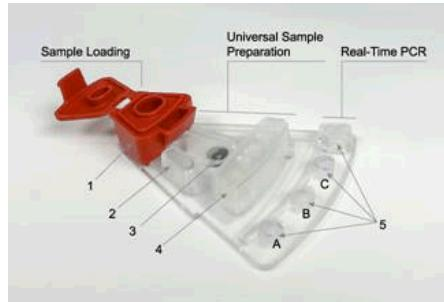

Figura 1. Vista superior de un PIE
El analizador Revogene automatiza la homogeneización del CdP, la dilución, la lisis, la amplificación del ADN y la detección de los productos de la amplificación de la PCR. El usuario solo tiene que intervenir para transferir el tampón de muestra del tubo de tampón de muestra (SBT) al PIE e introducir el PIE en el carrusel del Revogene. Cada PIE de Revogene Check es un dispositivo totalmente integrado y cerrado en el que se dispensa tampón de muestra y, a través de diferentes cámaras y canales de microfluidos, se produce el procesamiento del CdP (es decir, la homogeneización, la dilución y la lisis) y los pasos subsiguientes de la PCR en tiempo real (**Figura 1**). El tampón de muestra se transfiere por centrifugación de una cámara a la siguiente de forma secuencial.
6. Descargue todo el volumen del TM en la cámara de carga de la muestra del PIE (figura 1). Procure no tocar los bordes exteriores o el fondo de la cámara de carga de la muestra con el DTT.